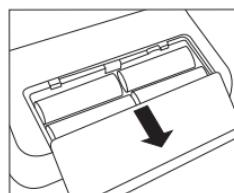

Fig. 1
- Abra o compartimento das pilhas na parte inferior do aparelho (ver Fig 1). Introduza as pilhas (ver Capítulo 13 Dados técnicos), prestando atenção à polaridade correta (+ e -). Feche novamente o compartimento das pilhas. A indicação 12 h ou 24 h começa a piscar no visor. Acerte a data e a hora, conforme se indica a seguir.